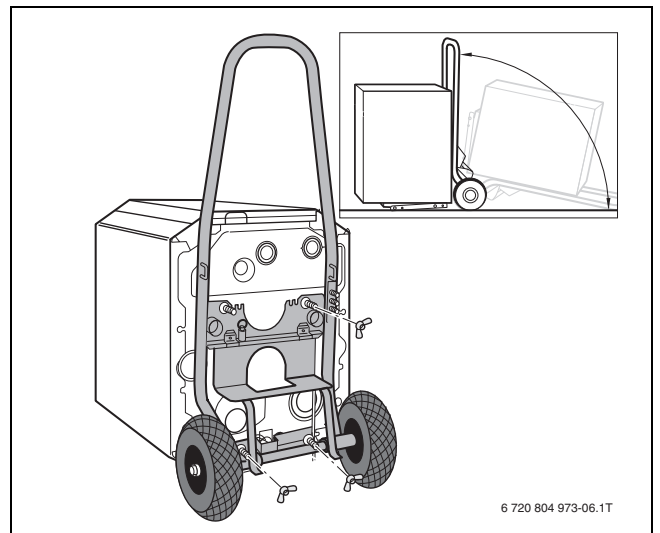

Рис. 10 Перевозка котла на тележке
- ▶ Наклоните котёл, используя специальную тележку (→ рис. 10, стр. 17).